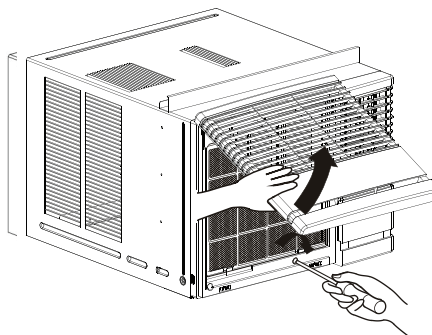

Fig.12
15. Abaissez la grille de prise d'air et et fixez-la à l'aide d'une vis de Type A passant à travers de la grille. (Fig. 12)